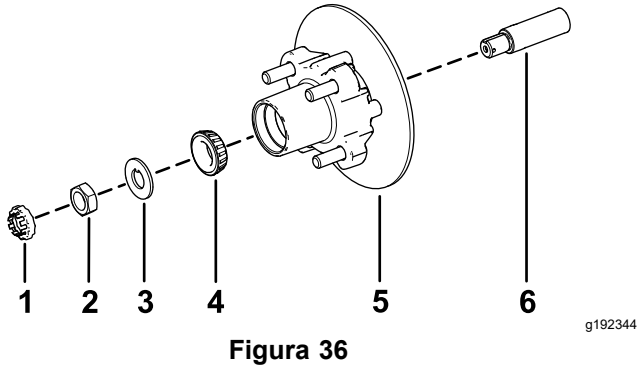

Figura 36
1. Aplique una ligera capa de grasa del tipo especificado en el eje (Figura 36).
2. Monte el cubo y el rotor en el eje con el rotor hacia dentro (Figura 36).
3. Monte el cojinete exterior en la mangueta y acople el cojinete al anillo de rodadura exterior (Figura 36).
4. Monte la arandela con pestaña en la mangueta (Figura 36).
5. Enrosque la tuerca en el eje y apriete la tuerca a 15 N·m (11 pulgadas-libra), girando el cubo para asentar el cojinete (Figura 36).
2. Alinee las pastillas de freno en cada lado del rotor (Figura 32) y los taladros del soporte de la pinza con los taladros de montaje del freno de la mangueta (Figura 36).